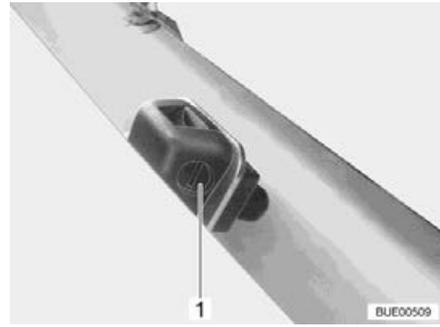

Bild 53 Scheibenwaschdüsen (Variante 2)
- Mit einem geeigneten Schraubendreher an der Stellschraube (Bild 53,1) drehen, bis die gewünschte Stellung erreicht ist.